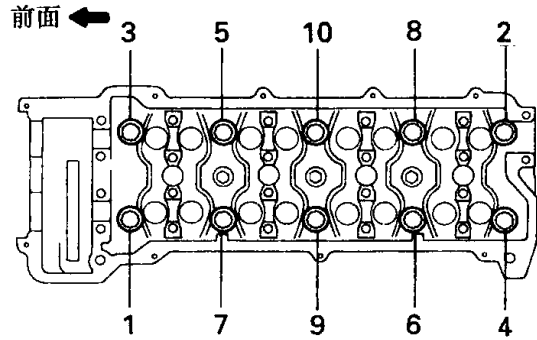

图 1-1-8 汽缸盖拆卸
③轮流松开并拆下第3号轴承盖的两个螺栓,凸轮轴应能平直地取出,如果不能,应重新拧紧第3号轴承盖螺栓,再按从第③步到第①步的相反顺序操作,并重新设定进气凸轮轴锁销孔在上止点前 $75^{\circ}\sim 100^{\circ}$,再进行一次从第②步至第③步的步骤。千万不能用任何工具或物体强行撬起凸轮轴。
④拆下第3号轴承盖和凸轮轴。
(4)汽缸盖拆卸。用12边套筒扳手按图1-1-8所示编号顺序,分两步或3步逐渐地拧下10个缸盖螺栓。注意:如果不按规定的顺序拧下螺栓,会引起汽缸盖的弯曲变形或断裂。
①用 12 边套筒扳手, 首先按图 1-1-8 所示编号相反顺序, 分几步逐渐拧紧汽缸盖螺栓, 拧紧力矩为 $39\text{N} \cdot \text{m}$, 如果任何一个螺栓不能达到标准扭矩, 应更换螺栓。